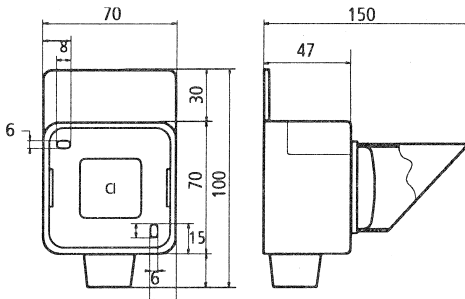

fig.2
## Boîtier voyant à LEDs standard (Fig.2)
## Standard LED indicator lamp box (Fig.2)
## Caja de señales con LEDs estándar (Fig.2)
- soit un boîtier extérieur standard (fig. 2 et 7), fixation murale par 2 vis diam. 4 mm.